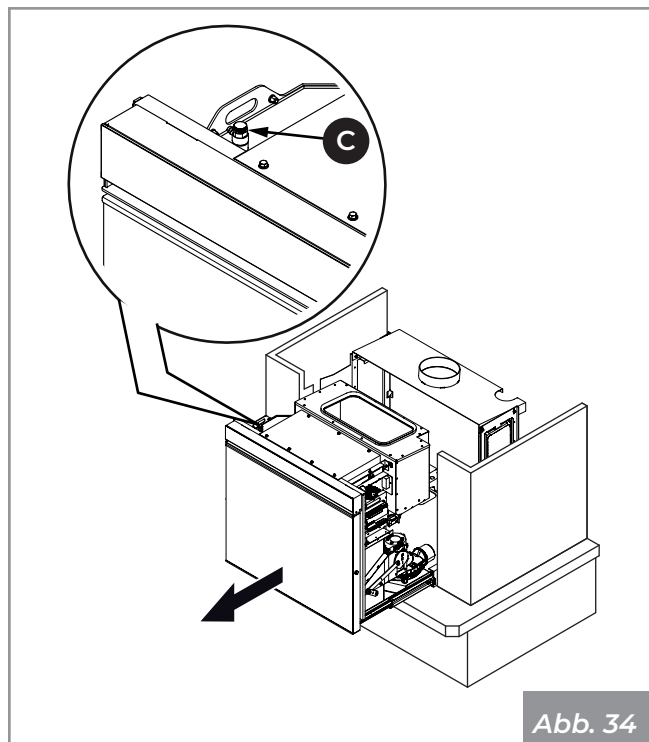
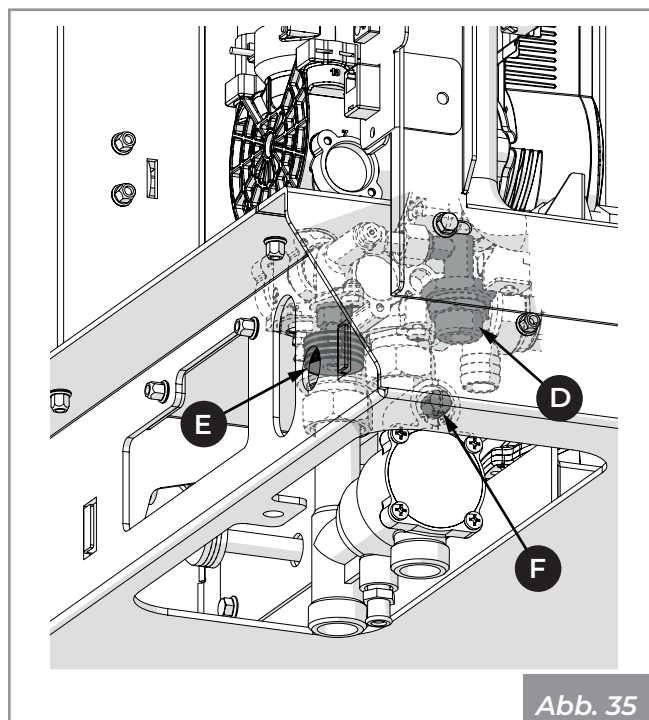
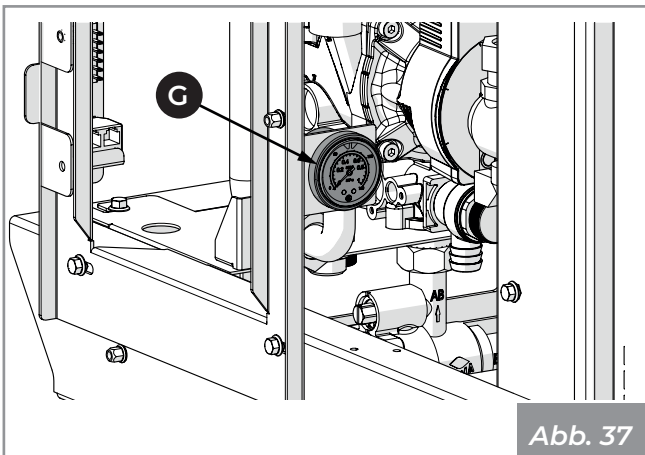

Abb. 34
Abb. 35
Abb. 37
- 4) Das Gerät bis zum Erreichen der Endschalter der Führungen herausziehen, die Kappe des Entlüftungsventils (C) lösen, falls die im Kessel vorhandene Luft während der Ladephase der Anlage entfernt werden muss (Abb. 34).
- 5) Schließen Sie eine Wasserleitung vom Wasserleitungsnetz an den Einlassanschluss (D) an, öffnen Sie das Entlüftungsventil (C) (Abb. 34), öffnen Sie das Einlassventil (E) und lassen Sie das Wasser fließen, bis das Gerät vollständig gefüllt ist (Abb. 35). Das Entlüftungsventil schließen und abwarten, bis der Mindestbetriebsdruck (1 bar) erreicht ist, der am Manometer (G) (Abb. 37) abgelesen werden kann.
- Das Entlüftungsventil (C) (Abb. 34) öffnen, den Bypass-Hahn im Antikondensationsventil (F) öffnen und so das Wasser aus der Anlage abfließen lassen, bis der Kessel vollständig gefüllt ist (Abb. 35). Das Entlüftungsventil schließen und abwarten, bis der Mindestbetriebsdruck (1 bar) erreicht ist, der am Manometer (G) (Abb. 37) abgelesen werden kann.